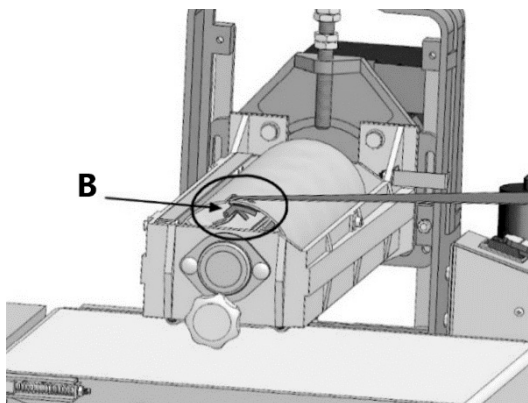

Рисунок 29.
- Нажмите фиксатор В (рис. 29), чтобы ослабить его давление, и снимите шлифовальную ленту.